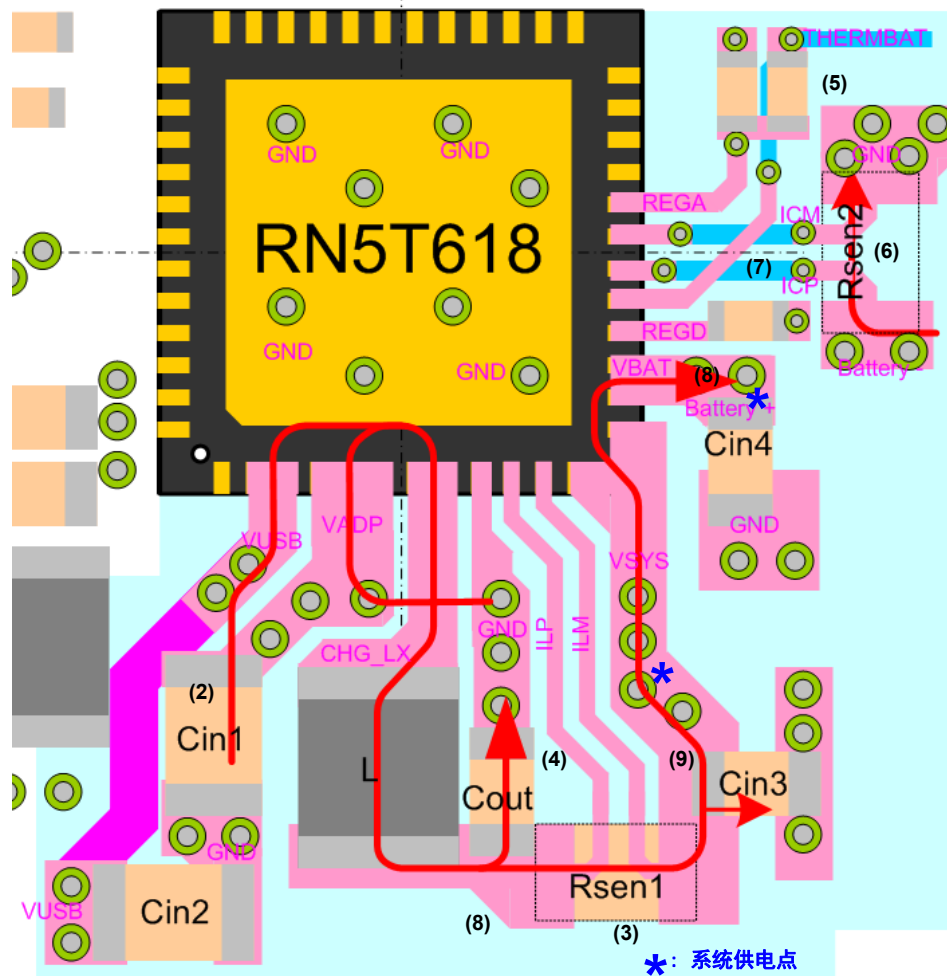

图. 1-4: 充电模块版图绘例(最上层)
- (1) 放置这些元件时要使得开关电流环路面积最小化。(图 1-4: 红线)
- (2) 将“VADP”电容放置于距 RN5T618 尽可能近的位置，并且使其与 RN5T618 之间的连接线尽可能的短与宽以减小寄生阻抗。
- (3) 因为“ R_{SEN1} ”是确定电流精确度的电阻，所以请使用尽可能高精度的电阻。(参考“推荐外部器件表” P.8) 并且，需要将 R_{SEN1} 以尽可能低的阻抗连到“Cout”。
- (4) 将“ILP”与“ILM”直接从“ R_{SEN1} ”的 PAD 拉出。因为是差分信号，所以两条线间距要一致。且不要与其他噪声线平行布线。